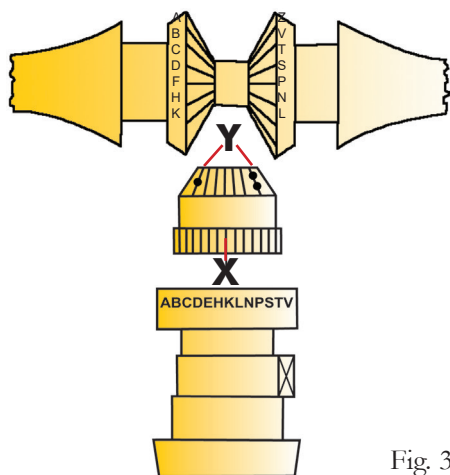

Fig 3
Le réglage du pas s'effectue au moment du montage de l'hélice sur l'arbre. Pour le montage, vous devez utiliser les lettres et repères montrés dans le tableau figure 3. La même hélice peut être utilisée pour une rotation droite ou gauche.
C. Insérez le pignon conique central (6) dans son logement sur le moyeu (1). Positionner la dent marquée par une entaille sur le dessous en face de la lettre correspondant à l'angle voulu, représenté par le "X" sur la figure 3.